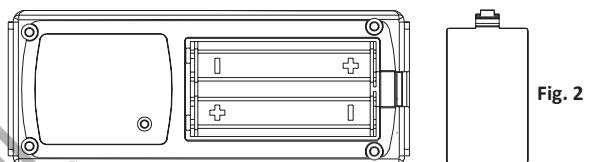

Fig. 2
**FONCTIONNEMENT****Installation de la batterie (Fig. 2)****Attention :**